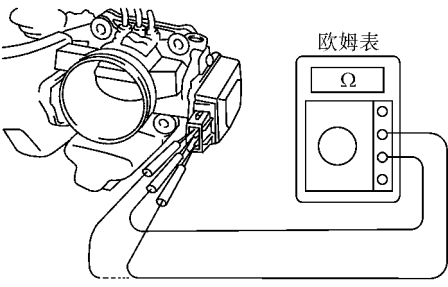

图 2-119 用欧姆表测量各端子
- 3) 使用欧姆表测量各端子，如图 2-119 所示，其端子间的导通情况见表 2-5 所示。